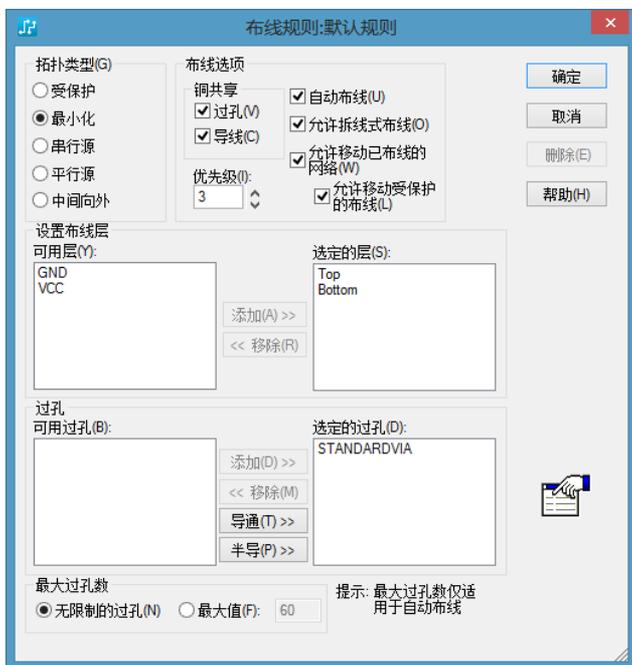

图 7-47 “布线规则：默认规则”对话框
(2) “布线”设置 单击图 7-45 中的  图标按钮，弹出如图 7-47 所示的“布线规则：默认规则”对话框。